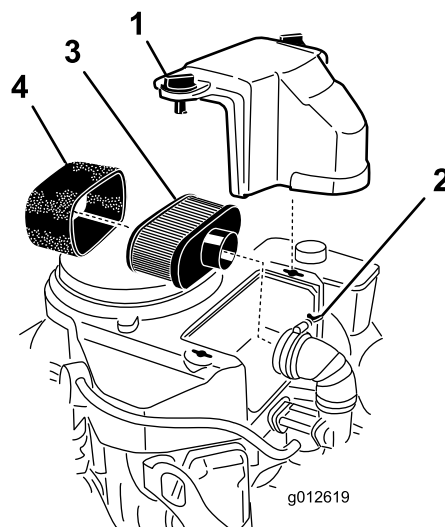

Figure 30
3. Nettoyez la surface autour du filtre à air pour éviter que des impuretés n'endommagent le moteur en tombant à l'intérieur (Figure 30).
4. Dévissez les boutons du couvercle et déposez le couvercle du filtre à air (Figure 30).
5. Dévissez le collier et déposez le filtre à air (Figure 30).
6. Sortez délicatement l'élément en mousse de l'élément en papier (Figure 30).
Important: Ne nettoyez pas l'élément en papier, remplacez-le (Figure 30).
1. Glissez délicatement l'élément en mousse sur l'élément en papier (Figure 30).
2. Posez le filtre à air sur sa base et fixez-le en place à l'aide des 2 écrous à oreilles (Figure 30).
3. Mettez le couvercle du filtre en place et serrez le bouton (Figure 30).